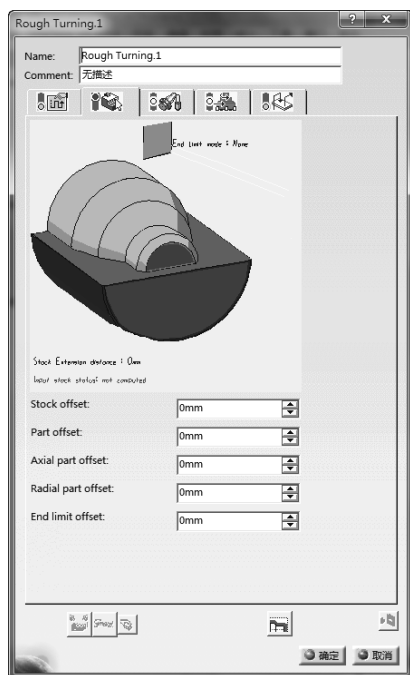

图 6-12 “Rough Turning.1” 对话框 (1)
在特征树中选择 “Manufacturing Program.1”, 选择下拉菜单 “插入” → “Machining Operations” → “Rough Turning” 命令, 或者单击 “Machining Operations” 工具栏上的 Rough Turning operation 按钮 , 弹出 “Rough Turning.1” (1) 对话框, 如图 6-12 所示。